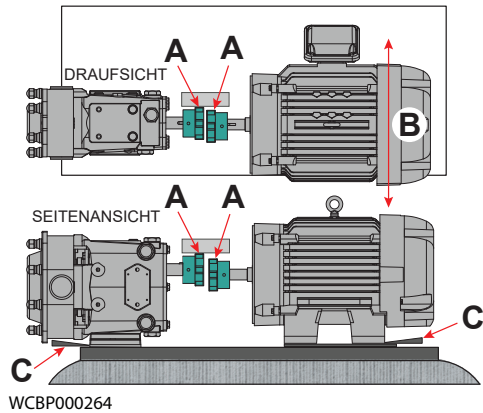

Abbildung 20 - Parallele Ausrichtung prüfen
2. Ermitteln Sie unter Einsatz einer Fühllehre an Position „A“ in Abbildung 220 die Richtung und den Betrag der erforderlichen Verschiebung (Abbildung 20, Pos. B).